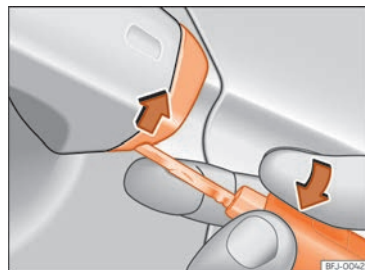

Abb. 54 Fahrtürgriff: Abdeckkappe abhebeln.
- Den Schlüsselbart am Fahrtürgriff in die untere Öffnung der Abdeckkappe stecken und die Abdeckkappe von unten nach oben anheben » (Abb. 54).